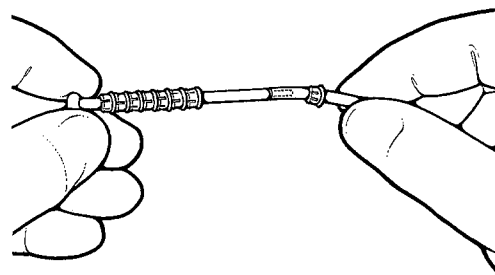

Figure 4-19a. Faites glisser la bague à collets sur la tubulure
4. Faites glisser la bague à collets sur la tubulure (**Figure 4-19a**), en veillant à ce que les dents de la bague à collets soient dirigées vers l'extrémité de la tubulure.